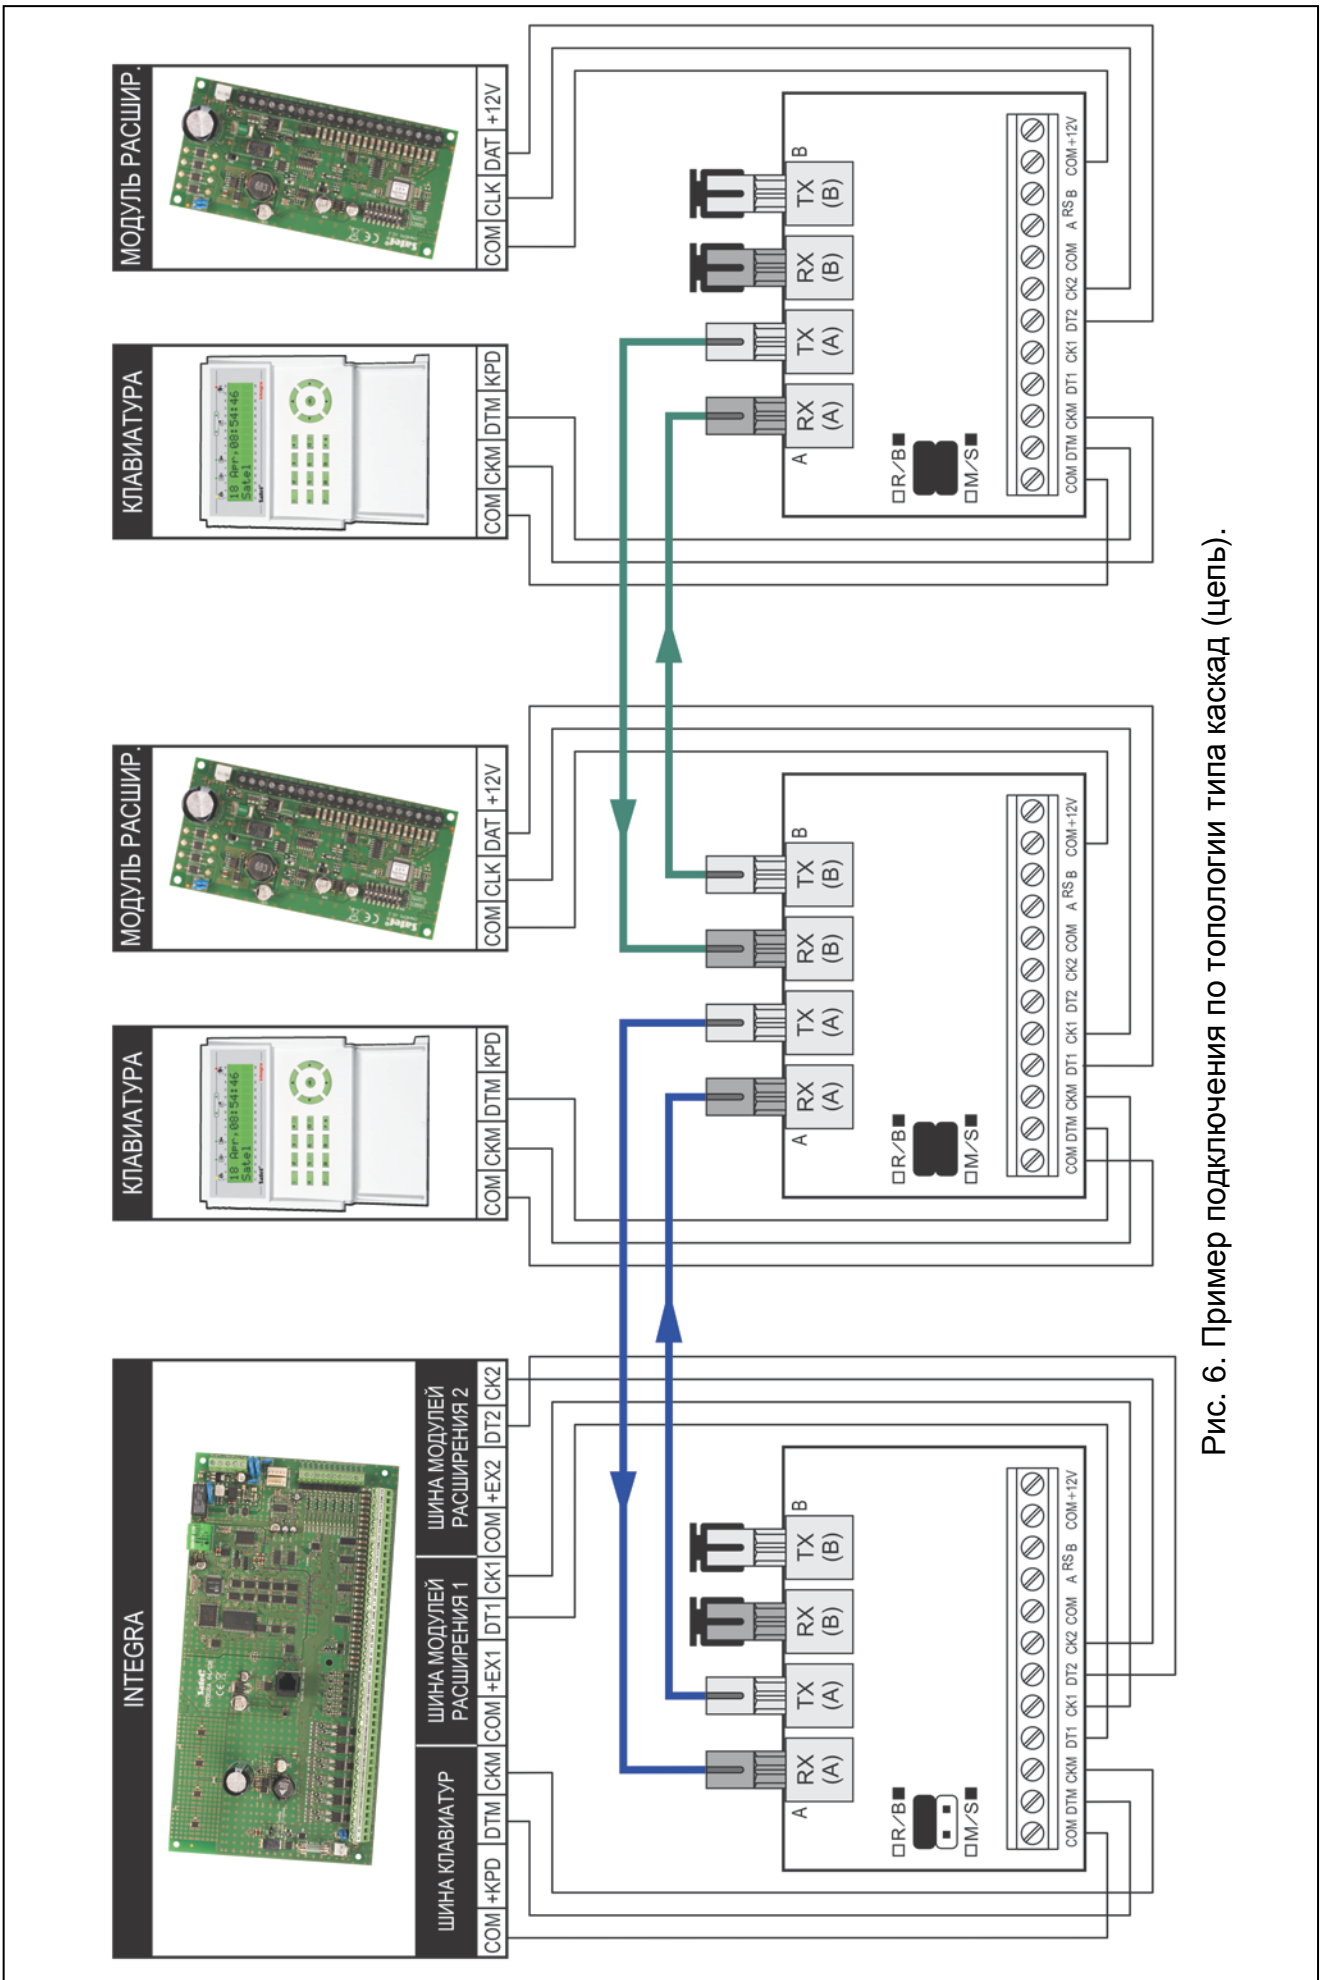

Рис. 6. Пример подключения по топологии типа каскад (цепь).
- Возможность увеличения дальности действия до 4 км в случае каскадного подключения (см.: рис. 6).